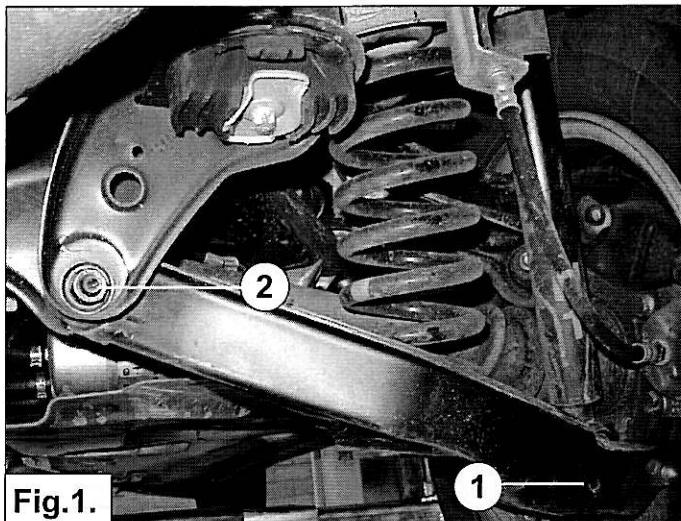

Fig.1.
- Demontieren Sie den untere Stoßdämpferbolzen 1. Siehe fig.1.
- Enlevez le boulon inférieur de l'amortisseur 1. Voir fig. 1.
- Enlevez le ressort principal. En cas de besoin, démontez l'écrou de fixation 2 du bras de suspension (voir fig. 1 et 4) pour avoir suffisamment de marge de manœuvre pour enlever le ressort. Attention: le bras de suspension peut encore être sous tension.
- Lossa nedre stötdämpar bulten 1. Se fig 1.